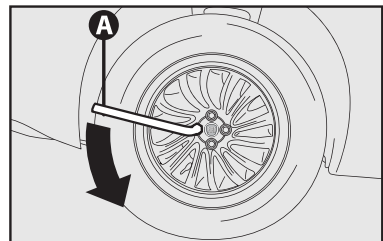

fig. 5
- 1) Desapertar cerca de uma volta os parafusos de fixação da roda a ser substituída **A-fig. 5**; (nos veículos equipados com calota fixada sob pressão, retirá-la antes, usando uma chave de fenda (não fornecida);